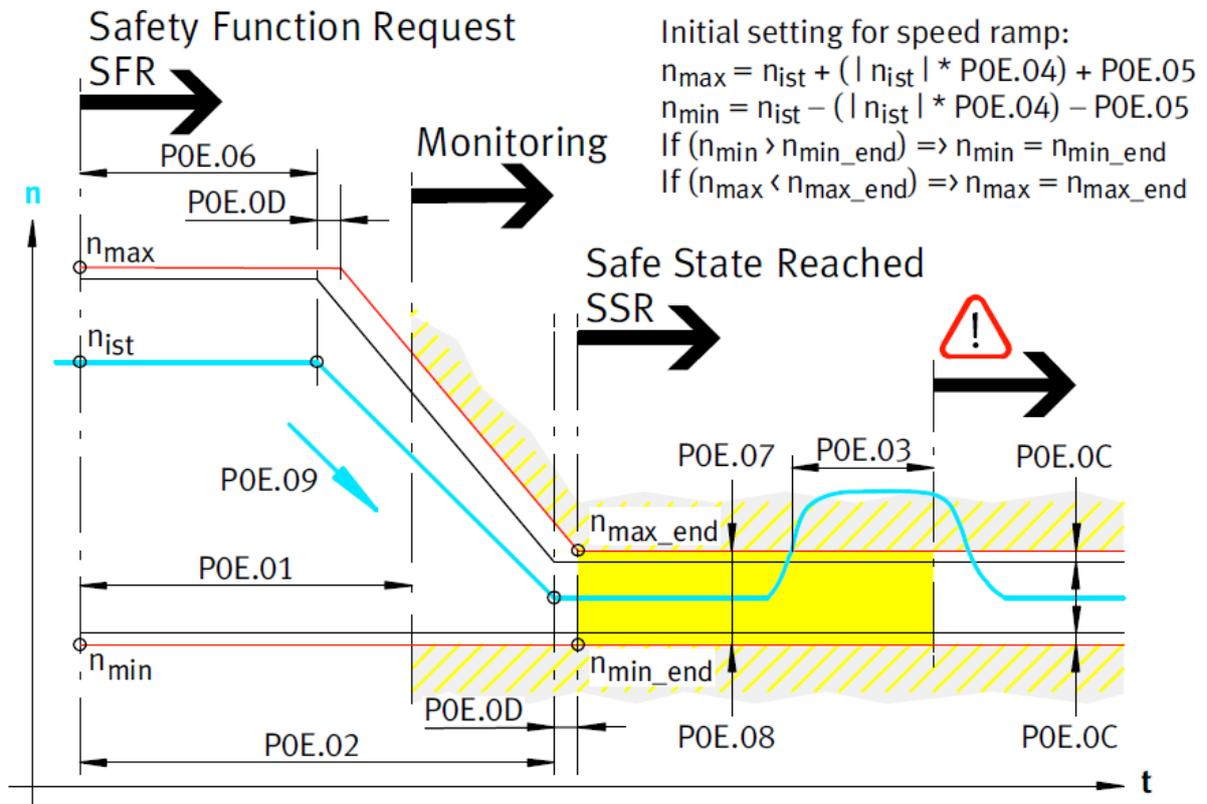

Abbildung 26: Ablaufdiagramm SSF0
Tabelle 55: Legende zu Abbildung 26
Die Sicherheitsfunktion SSF0 überwacht im stationären Zustand die Geschwindigkeit des Antriebs. Der erlaubte Geschwindigkeitskorridor wird durch die Parameter „Sichere Geschwindigkeit - obere Grenze“ (P0E.07/..., n_{max_end}) und „Sichere Geschwindigkeit - untere Grenze“ (P0E.08/..., n_{min_end}) definiert (→ Abbildung 26, rechter Teil).
- Die Lage des Start-Fensters wird in Relation zum gewünschten Geschwindigkeitskorridor gesetzt, die Startwerte werden gegebenenfalls so angepasst, dass sich ein trapezförmig verjüngender Geschwindigkeitskorridor ergibt (vgl. *Abbildung 26*).